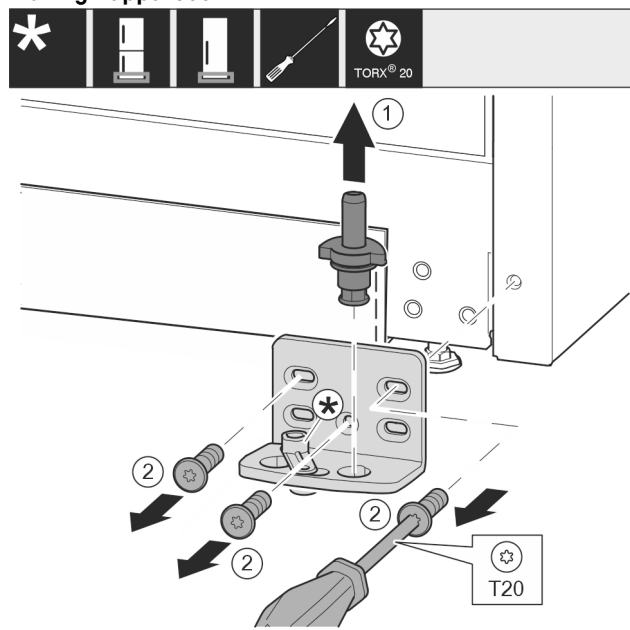

Fig. 9
- ▶ Estrarre completamente il perno di supporto verso l'alto. Fig. 9 (1)
- ▶ Svitare le viti con il cacciavite T20 e rimuovere il blocco di supporto. Fig. 9 (2)